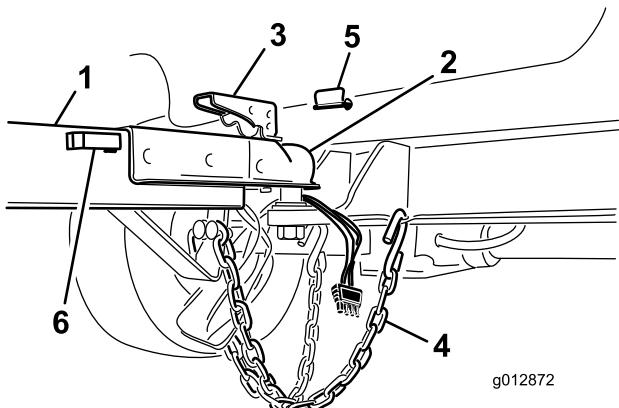

Figura 11
5. Guarde o conector da cablagem no coldre do tubo de engate (Figura 11).
2. Levante a alavanca no garfo enquanto baixa a cobertura sobre a bola de engate (Figura 11).
4. Instale o pino para bloquear a alavanca do acoplador (Figura 11).
5. Cruze as correntes de segurança e ligue-as aos furos no engate (Figura 11).